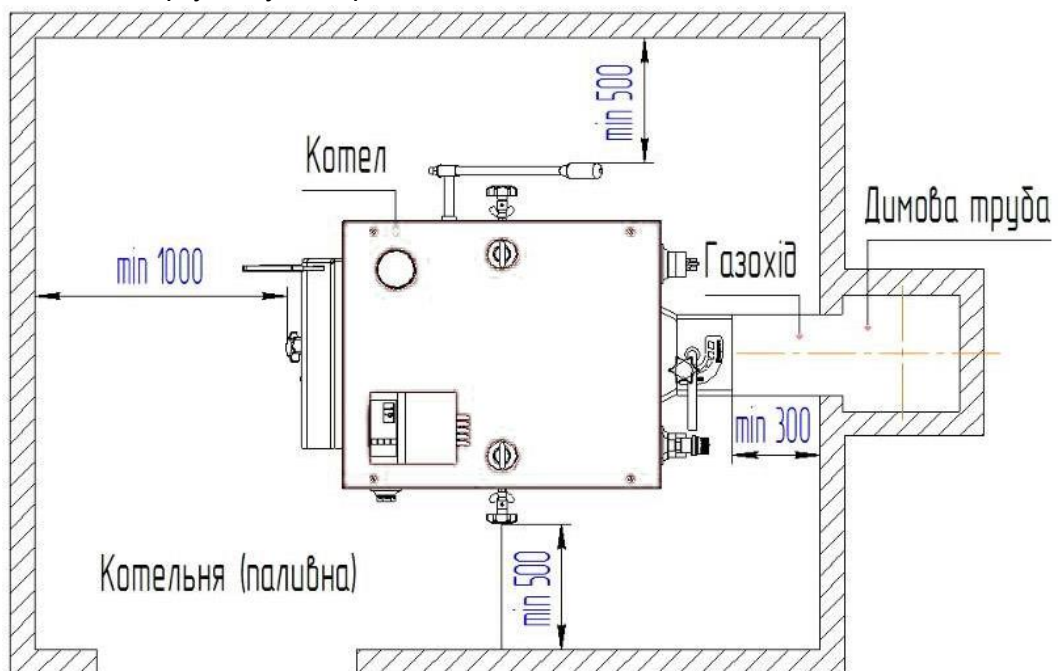

Рис.4 Схема встановлення котла в котельній (паливній)
7.3.2.2. Котел постачається в зібраному вигляді і не потребує спеціального фундаменту, однак необхідно встановити його на рівну горизонтальну поверхню з негорючих матеріалів. Під час встановлення котла необхідно забезпечити доступ до нього таким чином, щоб стіни котельної (паливної) не заважали завантаженню палива, чистці топки котла, а також доступу до вентилятора (див Рис.4).